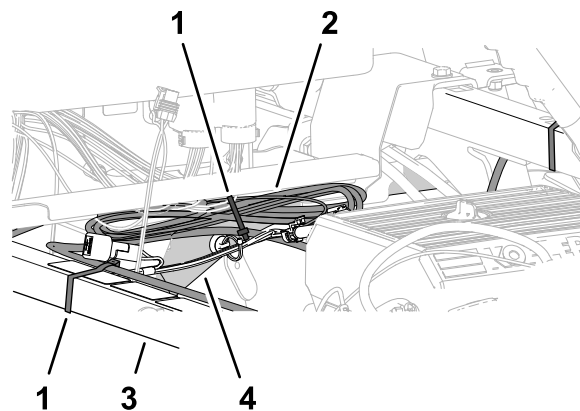

Figure 213
- Placez le faisceau de données sur le tube de support amortisseur, et attachez-le sur le avec un serre-câble (Figure 213).
- Placez le faisceau de données sur le tube de cadre supérieur droit, et attachez-le sur le tube du cadre avec un serre-câble (Figure 213).
- Rassemblez l'excédent du faisceau de données contre le tube de cadre supérieur droit (Figure 213).